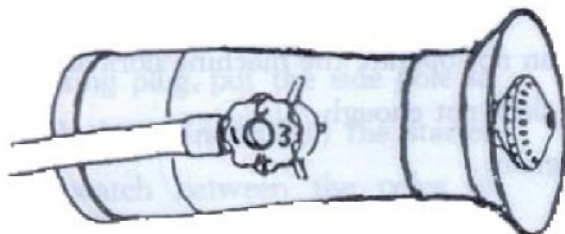

Рисунок 9
(1) Опрыскивание. Ослабьте прижимную крышку и отрегулируйте раскрытие штуцера в соответствии с конкретными требованиями. Для регулировки количества распыляемого вещества поворачивайте регулировочный клапан. См. рис. 9.